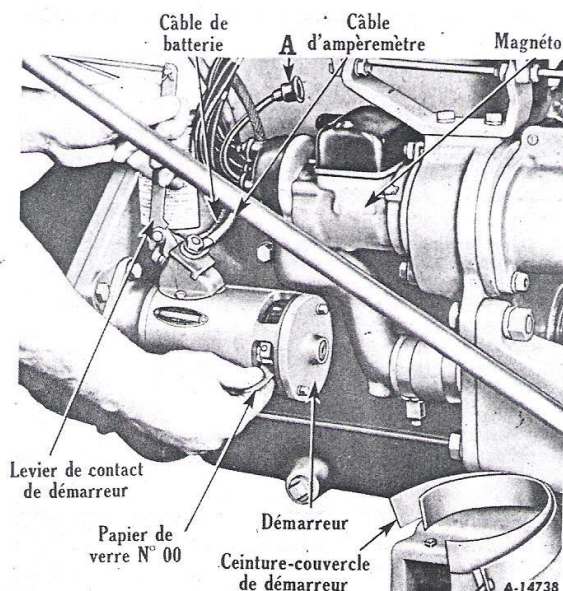

Figure 70 - Nettoyage du collecteur du démarreur.
Pour nettoyer le collecteur, retirez le câble "A", figure 70, du couvercle de bobine de la magnéto. Retirez la ceinture-couvercle du démarreur. Mettez le démarreur en marche en tirant sur le levier de contact de démarreur, et glissez une feuille de papier de verre N°00 sur le collecteur pour enlever la saleté et la décoloration. *Ne jamais employer de toile émeri ou de toile au carborundum.* Après nettoyage, chassez toujours la poussière en soufflant dans le boîtier du collecteur.
- 2 - Enlevez de la borne du commutateur de démarrage, le câble de la batterie et celui de l'ampèremètre, figure 70.